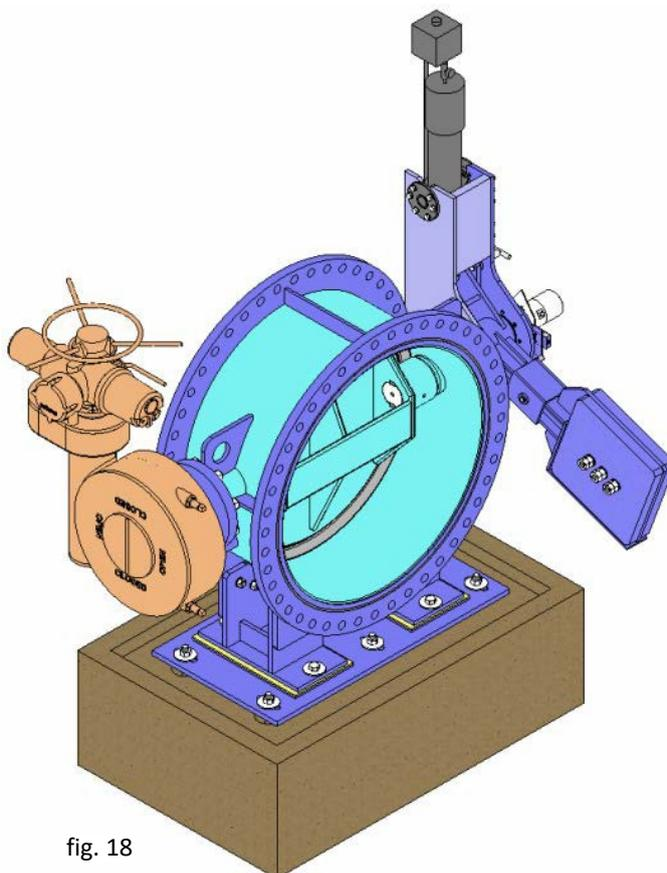

fig. 18
A. COMBINAÇÃO DE BORBOLETA E RETENÇÃO (fig. 18):